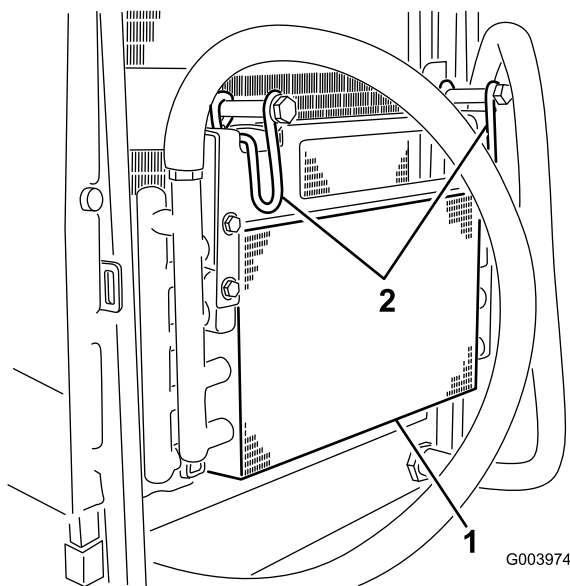

Figura 50
5. Gire los cierres hacia dentro para liberar el enfriador de aceite (Figura 50).